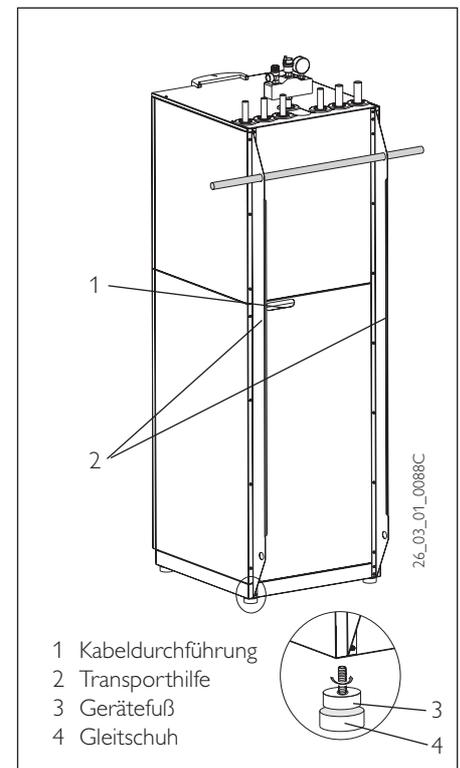

Abb. 9
Bei beengten Transportbedingungen kann das Gerät in Schräglage nach hinten geneigt transportiert werden, aber nicht mehr als 45°. Die hinten am Gerät angebrachten Winkelbleche dienen in Verbindung mit einem entsprechenden Rohr als Transporthilfe (Abb. 9). Lagerung und Transport bei Temperaturen unter -20°C und über +50°C sind nicht erlaubt.
3. Bevor das Gerät von der Palette genommen wird, die Gerätefüße (3) in Abb. 9 dem Beipack entnehmen und ganz in das Gerät hineinschrauben.
4. Gerät von Palette nehmen und platzieren. Zum besseren Platzieren können die im Beipack enthaltenen Gleitschuhe (4) verwendet werden.
5. Transporthilfen (2) entfernen.